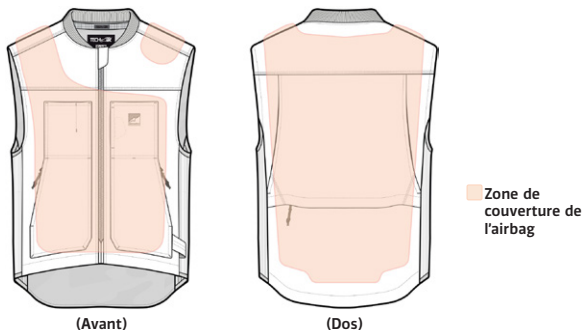

Figure 2 : Zone de couverture de l'airbag
Le système est équipé d'une sacoche qui couvre les zones indiquées dans la figure 2, protégeant l'utilisateur (à la fois comme pilote et comme passager) qui porte le système en cas d'accident ou d'autres événements déclencheurs. Notez qu'il existe des limites à la protection qu'il peut fournir, comme expliqué plus loin dans ce manuel de l'utilisateur (voir la section 3.2 et la section 4 "Limites d'utilisation").
**AVERTISSEMENT !** Le système n'offre qu'une protection limitée contre les forces exercées dans les zones couvertes par l'airbag, comme le montre la figure 2. Il n'est pas garanti que le système empêchera les blessures (y compris les blessures graves ou mortelles) à l'intérieur et/ou à l'extérieur des zones couvertes par l'airbag ou de l'enveloppe de protection.